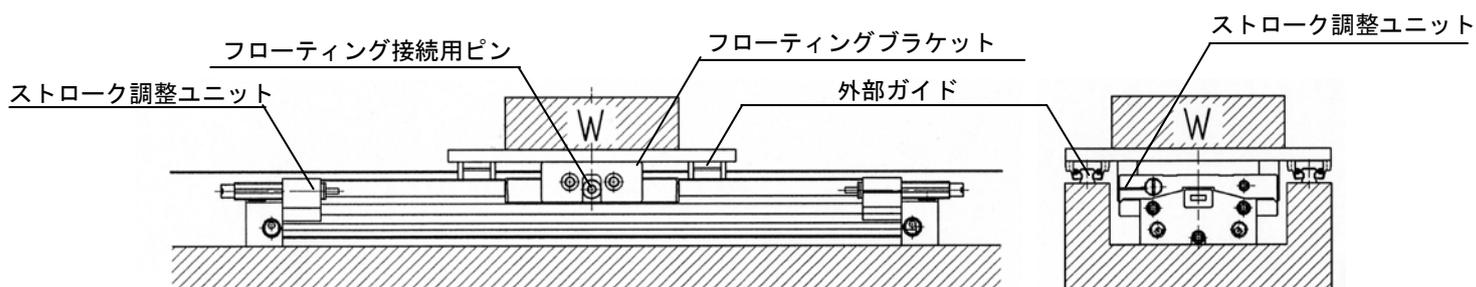
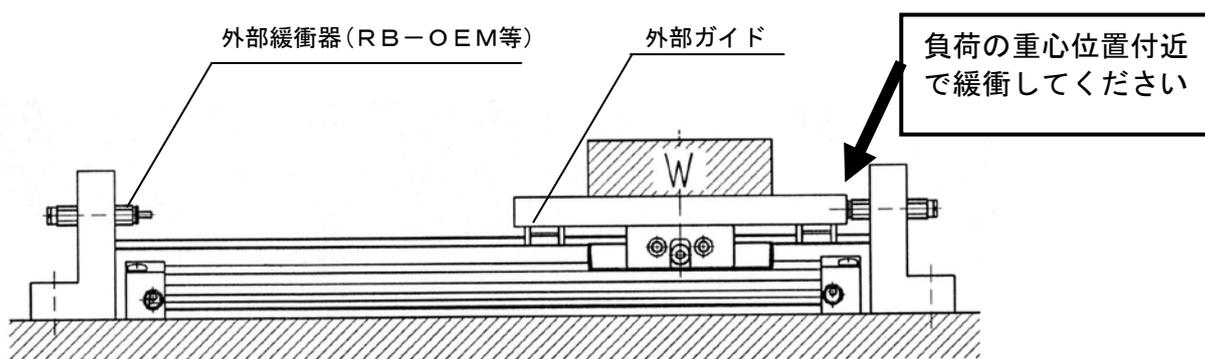

図18 外部ガイドとストローク調整ユニットを併用した場合
図19 外部ガイドー外部緩衝器を併用した場合
②外部ガイドを併設してストローク調整ユニットを使用する場合、クッション吸収能力範囲内で使用してください。（MY3A／3B）
③フローティング機構はフローティング接続用ピンとフローティングブラケットのはめ合い部に微少な隙間を設けることで力を逃がし、フローティングさせています。そのため、付近に振動源があるような場所にシリンダを設置して、外部ガイドを併設した上でストローク調整ユニットを使用した場合（図18参照）には、ストロークエンド停止している時にフローティング機構の微少な隙間によりワークが微振動することがあります。そのような場合は、直接負荷側を外部緩衝器で受ける構造（図19参照）としてください。
④負荷条件が過大な場合、調整時や飛び出し現象によりフローティング接続用ピン部等が破損する場合がありますのでご注意ください。
⑤クッション吸収能力範囲を超える位置決め緩衝停止が必要な場合は直接負荷側を外部緩衝器で受ける構造（図19参照）としてください。